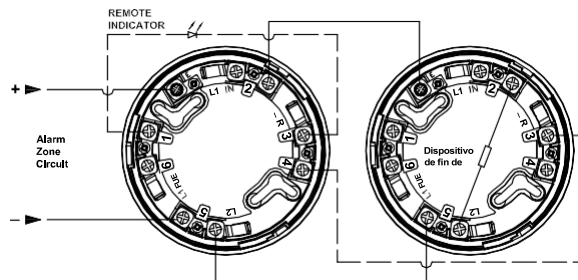

Fig. 1: Conexiones de cableado base de 2 hilos
- a. Ver Fig. 1 para detectores que usan bases de 2 hilos.